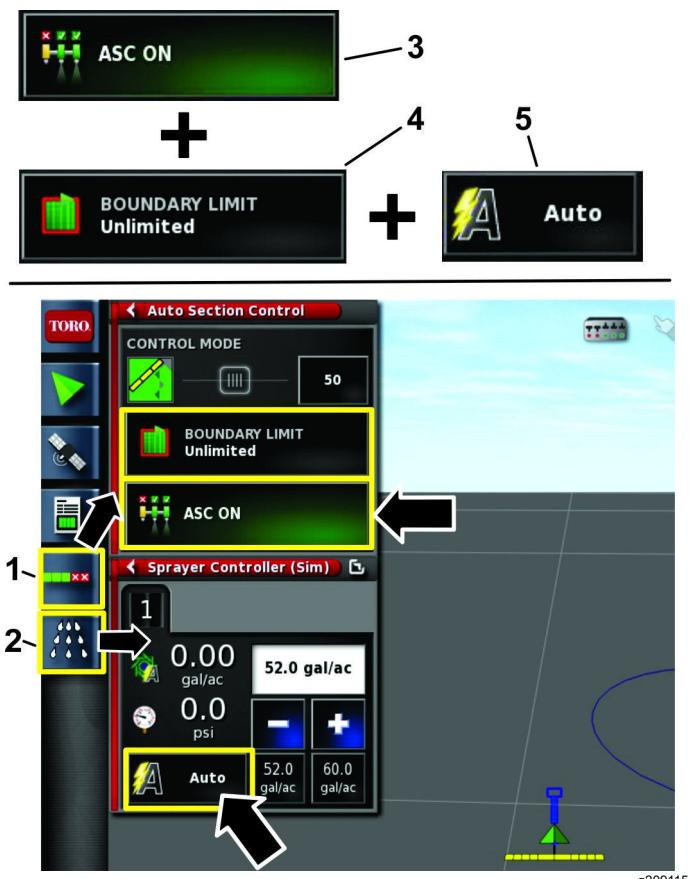

Figura 23
1. Seleccione el icono de configuración de control de selección automática y el icono del controlador del fumigador (Figura 23).
2. Seleccione el icono ASC en la posición ACTIVADO, seleccione el límite del perímetro en la posición UNLIMITED (Ilimitado) y seleccione el control de caudal en la posición AUTO (Automático) (Figura 23).